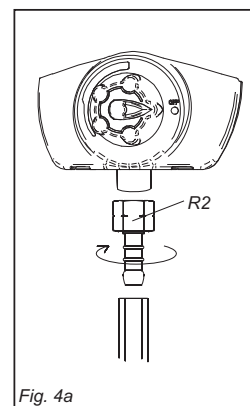

Fig. 4a
- **Toestelcategorieën I 3B/P (30) en I 3+ (28-30/37):** Zet het Staartstuk van de Klep (R2) vast aan de Klep (O) door het *linksom* te draaien. Schuif een slang met een inwendige diameter van 8 mm goed vast op het Staartstuk van de Klep (R2, zie Fig.4a). Zet een laagdruk 30 millibar-Regelaar (die geschikt is voor I 3B/P (30) en I 3+ (28-30/37) butaan), of een 37 millibar-Regelaar (voor I 3+ (28-30/37) propaan) vast aan het andere uiteinde van de slang. Ga opnieuw na, of de boel goed vastzit. De slang moet voldoen aan de eisen BS 3212:1991 / SABS 1156-2 of daarmee overeenkomen. In Zuid-Afrika moet de regelaar voldoen aan het voorschrift SANS 1237.